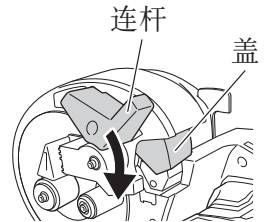

图 2
7. 请确保未进行切割工作时刀盖处于关闭状态。如果防护罩一直开着，切具就会卡在异物上，造成严重的事故。(图 2)